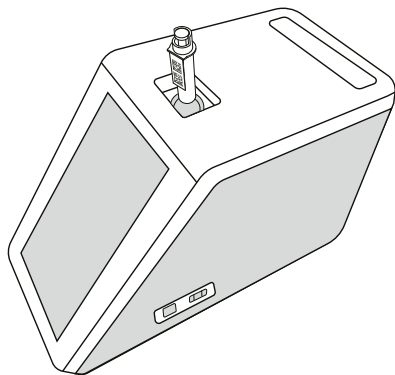

Figura 8
2. Inserire una cuvetta nel pozzetto di misurazione con il codice a barre rivolto verso la parte anteriore (vedere la **Figura 8**)